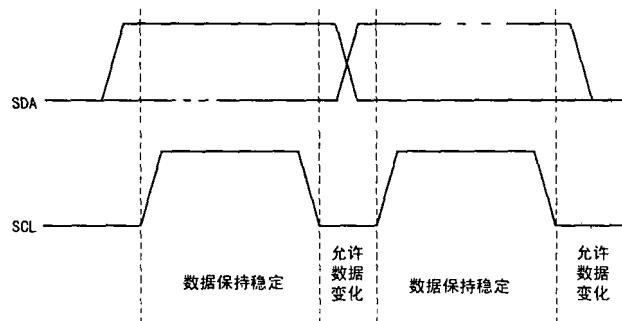

图 5 数据传送
(1) CPU 的总线输出电路采用开路漏极或开路集电极输出方式，为了确保总线输出电路得到供电，SCL 线、SDA 线均通过上拉电阻与电源连接，当总线空闲时，SCL、SDA 两线均应保持高电平。
(2) 数据线上，每个数据比特位的传送都必须有一个时钟脉冲相对应，在进行数据传送时，SCL 线为高电平期间，SDA 线上的数据必须保持稳定；在 SCL 线为低电平期间，SDA 线上的数据才允许变化（由低电平跳变为高电平或由高电平跳变为低电平），如图 5 所示。